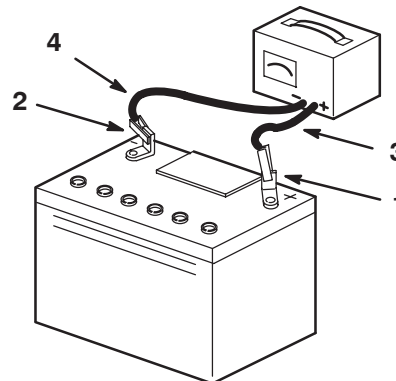

Figure 9
6. Chargez la batterie pendant 1 heure entre 25 et 30 A, ou pendant 6 heures entre 4 et 6 A (Fig. 9). Ne surchargez pas la batterie.
7. Quand la batterie est chargée au maximum, débranchez le chargeur de la prise, puis débranchez les fils du chargeur des bornes de la batterie (Fig. 9).